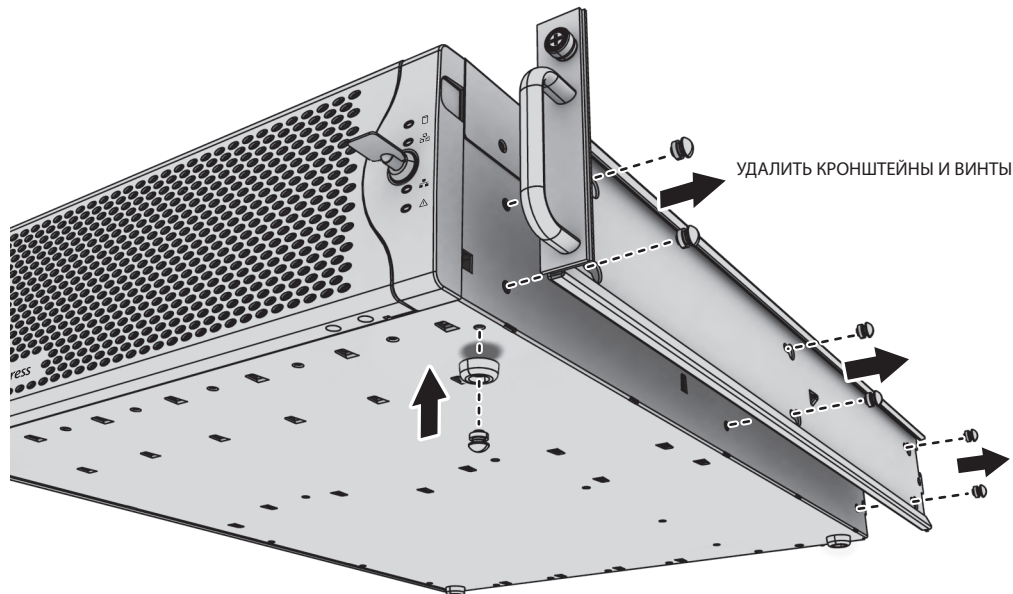

Рис. 8. Установка резиновых ножек и удаление кронштейнов
1. Убедитесь в наличии резиновых ножек, чтобы предотвратить повреждение поверхности. Если ножки не были установлены, прикрепите каждую резиновую ножку к нижней панели устройства (см. рис. 8). Используйте четыре винта 8-32 x 0,375" с крестообразным шлицем и цилиндрической скругленной головкой (прилагаются).